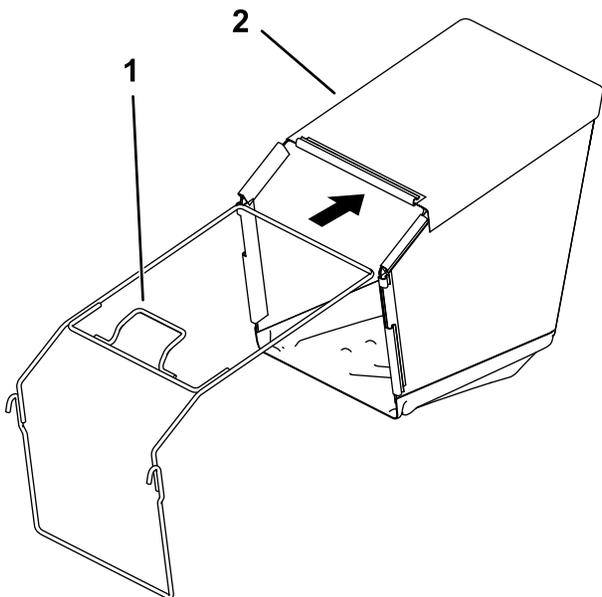

Figura 6
2. Insira a estrutura no saco de relva, mantendo a pega acima do saco de relva (Figura 6).